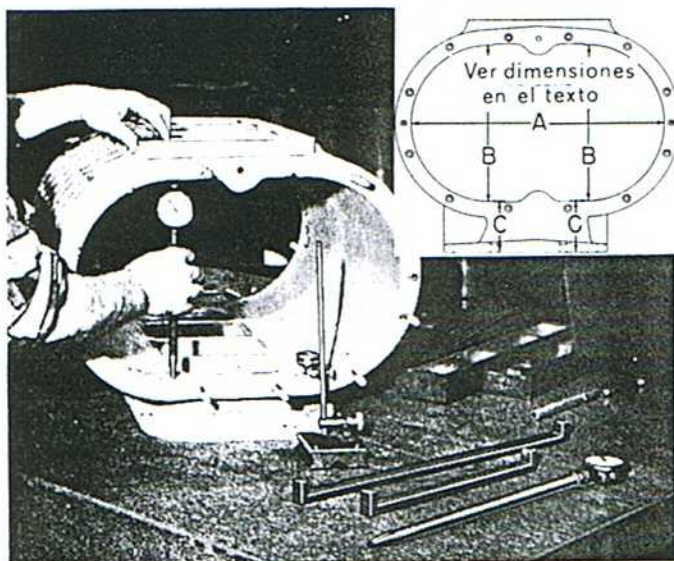

Fig. 13 - Comprobación de las dimensiones del alojamiento.
9. Después de que se haya quitado las asperezas y rebabas del interior de la carcasa, compruébense las dimensiones de la abertura para rotores, en ambos extremos. Dichas dimensiones son las denominadas "A" y "B" de la fig. 13.
La dimensión horizontal máxima "A" no debe exceder, en ambos extremos a 511,580 mm (20,141"). La dimensión vertical máxima "B" no debe exceder a 308,380 mm (12,141") en ambos extremos y la mínima no debe ser menor a 308 a 300 mm (12,135"). El comparador 8268437, que se ve en la fig. 13, facilita la medida de la dimensión de 308,300 mm (12,135") y el 8268436, que no se ve en dicha figura, se emplea para obtener la dimensión de 511,580 mm (20,141"). En la lista de equipos se incluyen galgas patrón de longitudes, para calibrar los comparadores respectivos. No obstante, para comprobar estas dimensiones